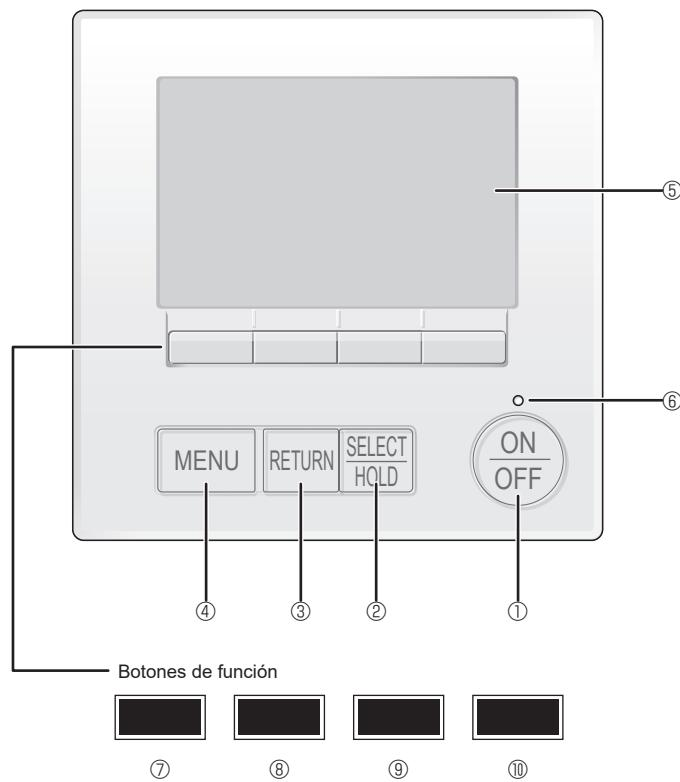

Fig. 6-1
6.2.1. Al usar el mando a distancia MA con cable (Fig. 6-1)
① Botón [ON/OFF]